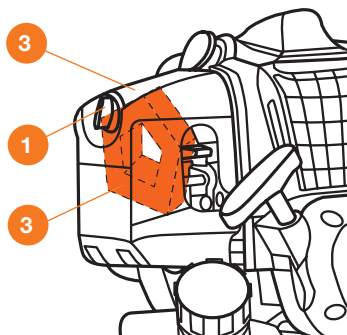

Рис. 19
- Открутите винт крепления ❶ и снимите крышку воздушного фильтра ❷ (Рис. 19).
- Извлеките фильтрующий элемент ❸.